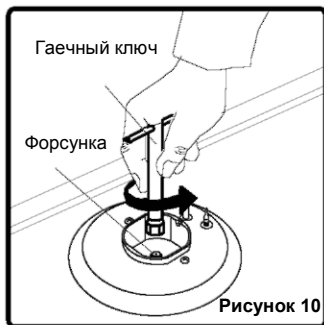

Рисунок 10
- Отвинтите форсунки. Используйте для этого семимиллиметровый гаечный ключ (Рисунок 10).